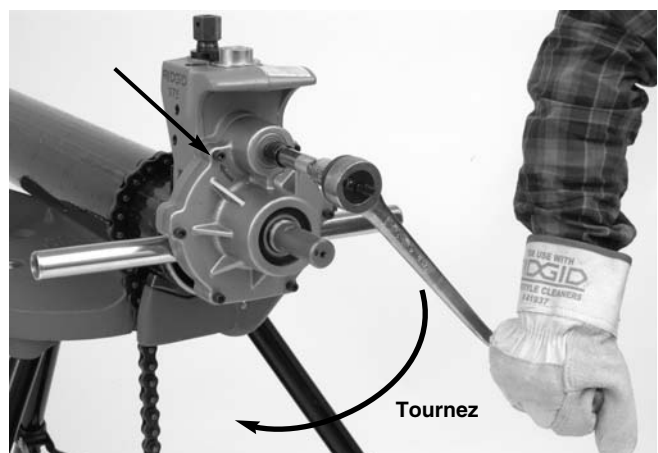

Figure 17 – Tournez la clé dans le sens des flèches
5. Tournez la clé à droite (vu de l'arrière de la rainureuse), dans le sens des flèches estampées au dos de la rainureuse (Figure 17). Observez la rotation de la rainureuse en vérifiant que sa platine de couverture reste bien plaquée contre l'embout du tuyau. Si la rainureuse commence à s'éloigner du tuyau, arrêtez de tourner la clé à cliquet afin d'éviter que la rainureuse parte en spirale et tombe du tuyau. Appuyez sur le support tubulaire de la rainureuse pour aider à ramener sa platine de couverture contre l'embout du tuyau. Au besoin, réinstallez la rainureuse sur le tuyau selon les indications de la section *Montage de la rainureuse sur le tuyau*. Si l'embout du tuyau a été déformé, il sera nécessaire de le tronçonner à nouveau et de préparer une nouvelle rainure.